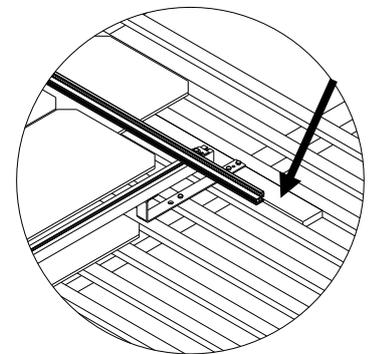

Abb. 4
- Alle Dachhaken (1) sind gemäß obiger Tabelle (Abstand L) zu montieren. Um die Höhe der vorhandenen Dachlatten auszugleichen müssen ggf. zusätzliche Dachlatten eingezogen werden (Abb.4).